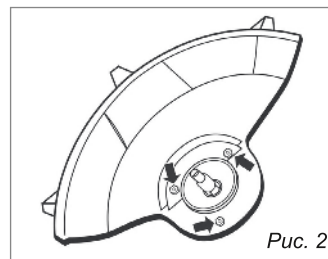

Рис. 2
**Установка кожуха защитного. (Рис. 2)**